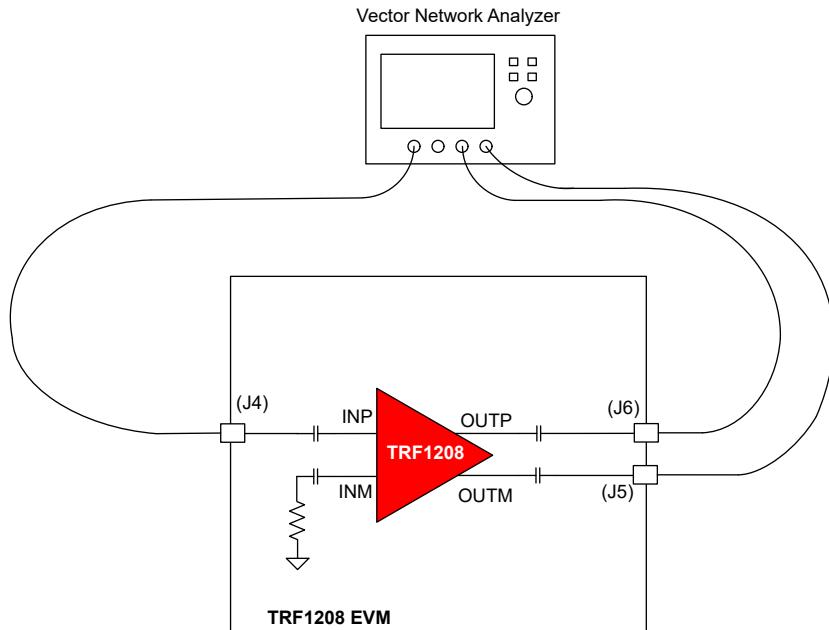

图 3-1. S 参数测试设置
| 图 3-1. S 参数测试设置..... | 8 |
1. 如图 3-1 所示，通常会使用矢量网络分析器 (VNA) 进行 S 参数测量。要测量 TRF1208 EVM，建议使用 3 端口 VNA，它可以分别在 EVM 的输入和输出端口产生单端信号和接收差分信号。